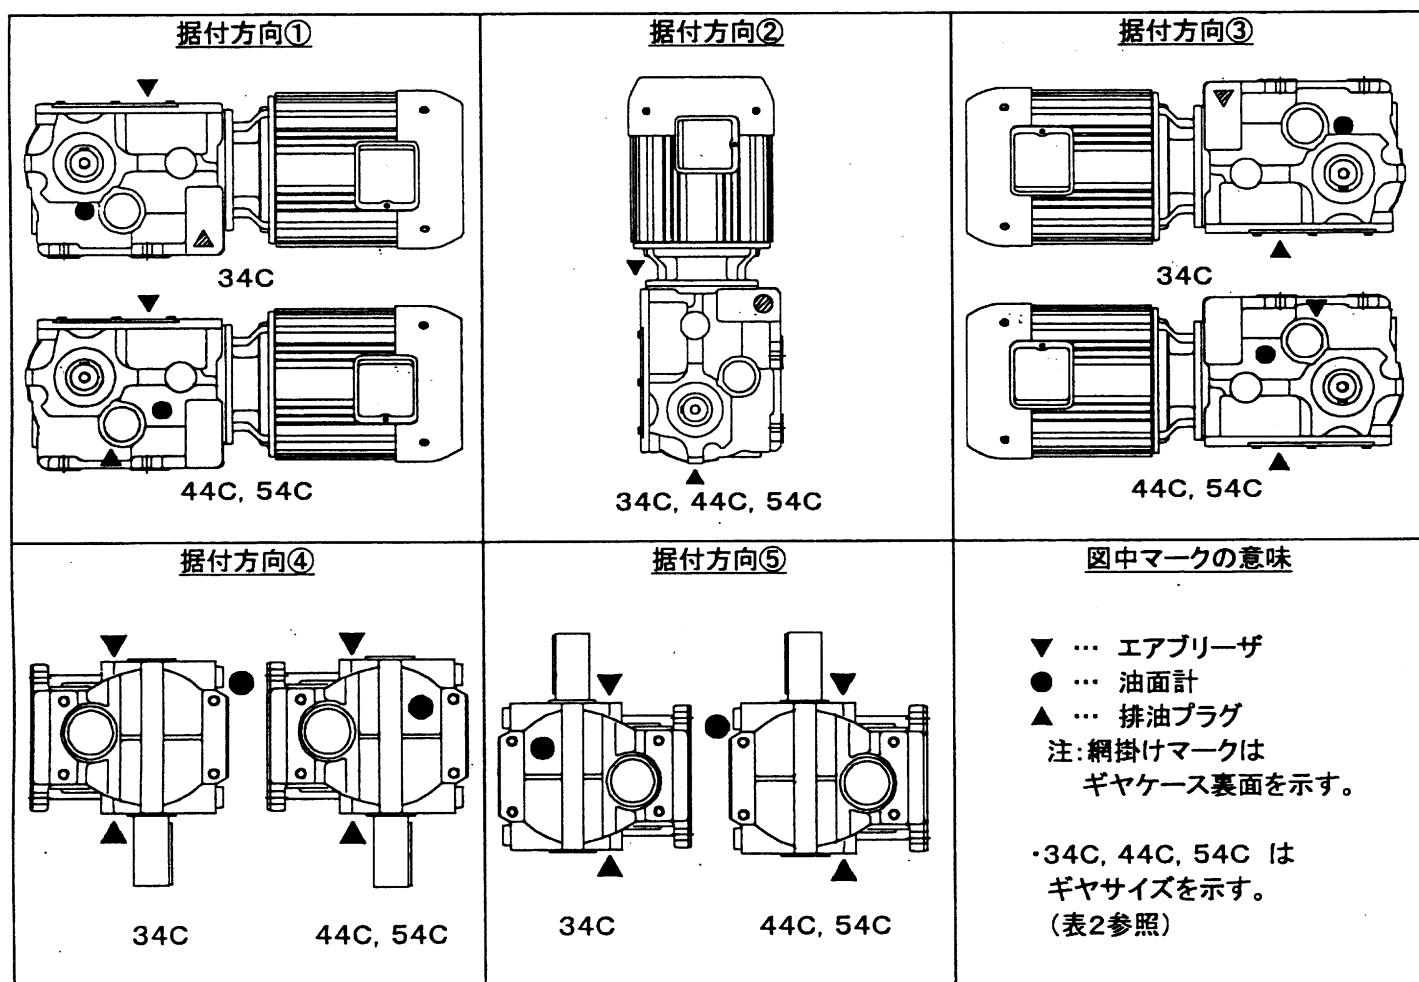

図1. 据付方向
- (2) 据付方向により、オイル所要量が異なります。図1、表2、3により、所要量をご確認ください。ただし、モータ部分が下側になる据付方向はご使用できません。ご注意ください。エアブリーザ部は給油口も兼ねております。
注) 取付方向によりエアブリーザ、油面計、排油栓位置が異なります。図1参照。
- (1) 吊り具のついているギヤードモートルは、吊り具を利用して運搬してください。
- (2) 故障時に油等が外部環境に悪影響をおよぼす場合は、オイルパン(油受け)等の設置をして油洩れ防止を行ってください。
- (3) ベルト、チェーン、歯車等には安全カバーを付けてください。
- (4) 据付方向については、図1を参照ください。
- (5) 湿気やほこりが少なく、周囲温度 $-10^{\circ}\text{C}\sim+40^{\circ}\text{C}$ 、湿度80%以下、凍結がない場合に設置してください。また、冷却の良い条件下の所に設置してください。
- (6) 熱伝導が良く、かつ十分な剛性のある架台に強度8.8相当以上のボルトでしっかりと据え付けてください。据付平面度は、0.2mm以下になるようにしてください。